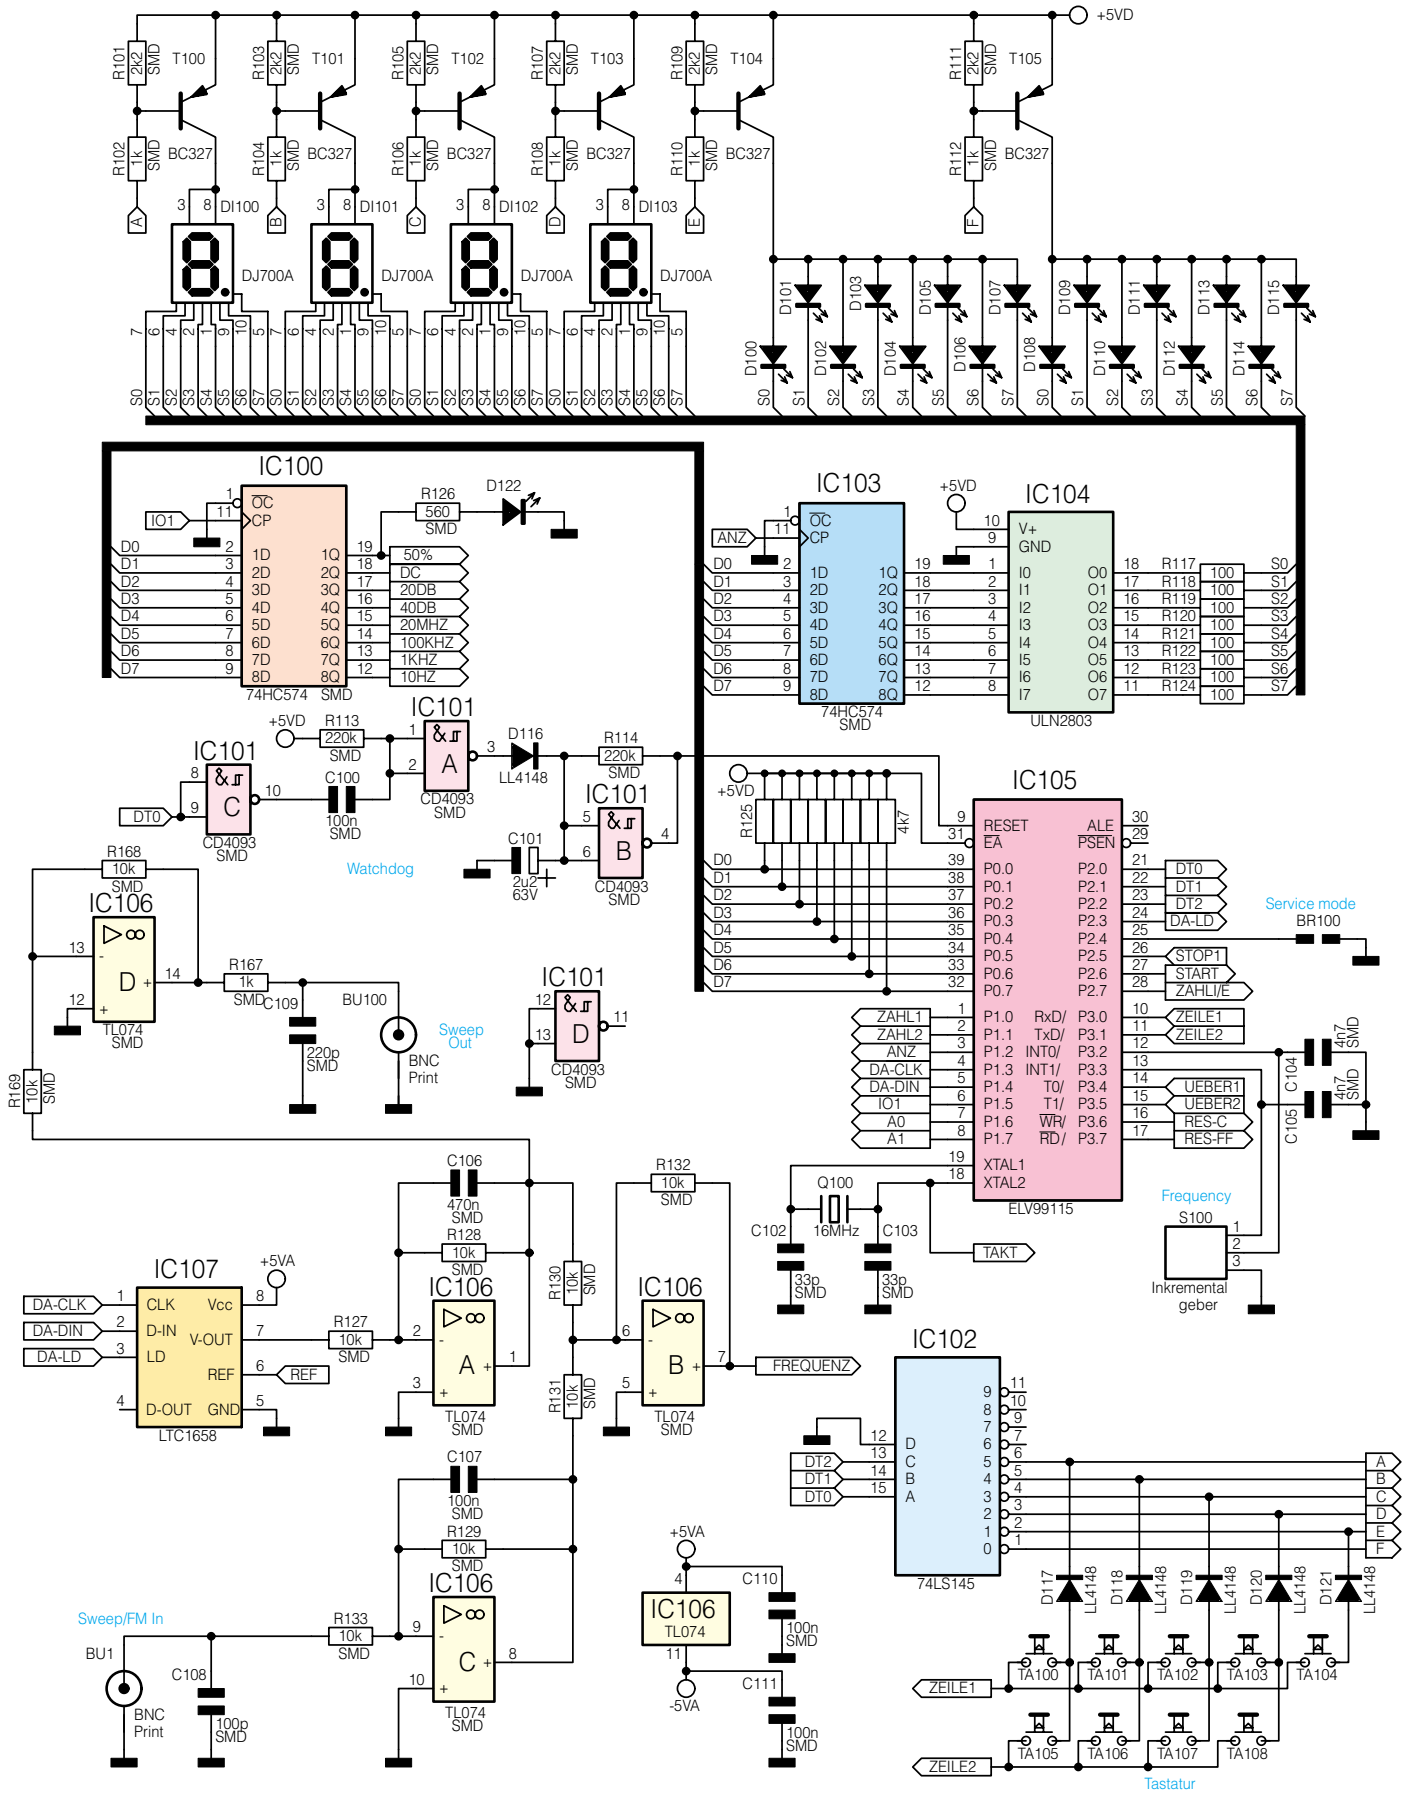

Bild 5: Prozessorteil des MFG 9001
Der in Abbildung 5 dargestellte Prozessor teil beinhaltet folgende digitale Baugruppen des MFG 9001: Prozessor (5), Bedienelemente (6), D/A-Wandler (9), Anzeige (13).